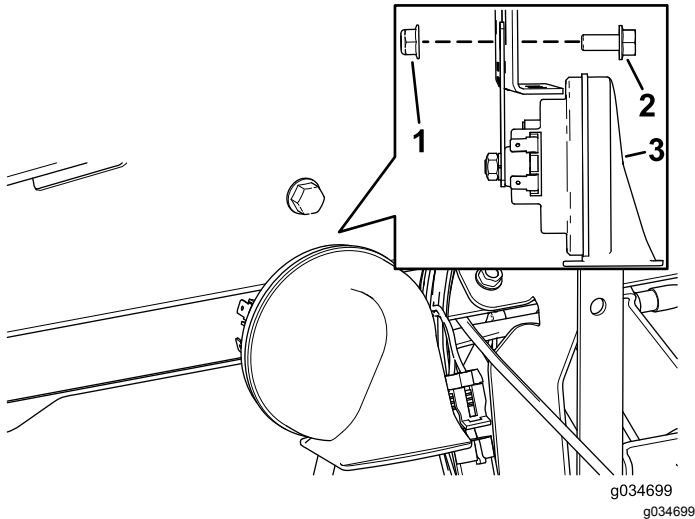

Figure 3
2. Montez l'avertisseur sonore de 48 V dans le trou existant sur le support du tableau de bord, au moyen de la vis à tête hexagonale (5/16 x 3/4") et de l'écrou à embase (5/16"), comme montré à la Figure 3.
Remarque: Le support de l'avertisseur sonore et l'écrou à embase (5/16") sont situés sur la face intérieure du support du tableau de bord (Figure 3).